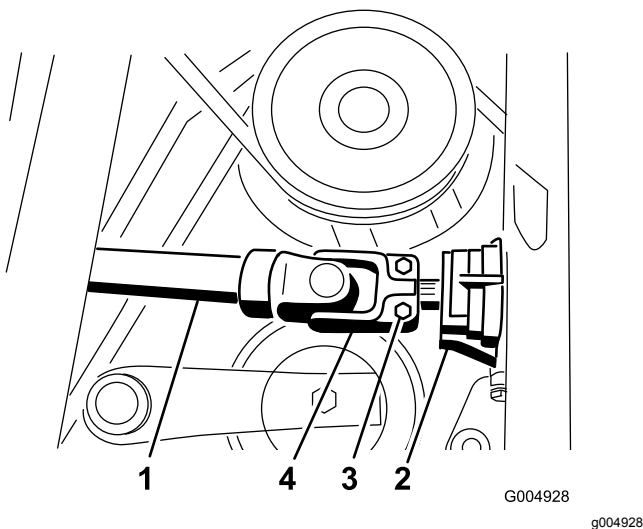

Figura 52
2. Retire o pino de segurança e puxe o veio propulsor do eixo da caixa de velocidades (Figura 52).